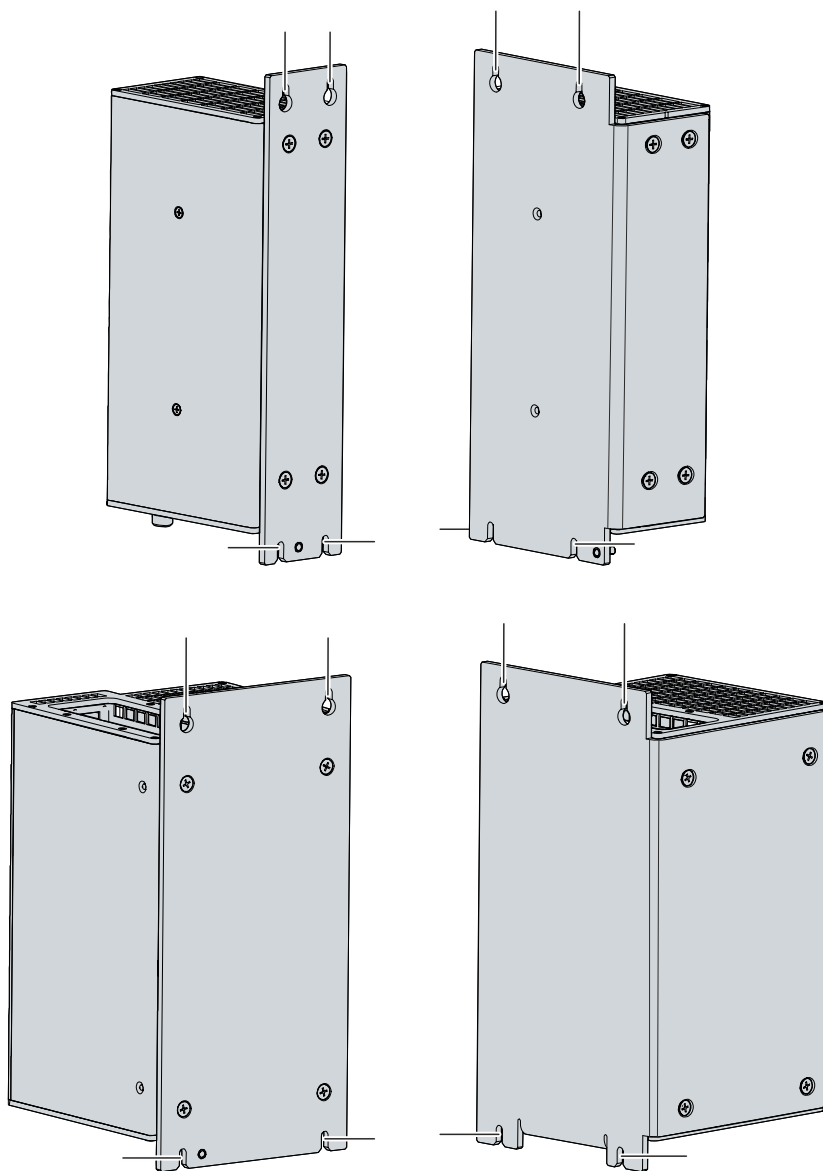

図 16: 制御盤への設置
2. 固定用ネジに、取付プレートのマークされた位置を引っ掛けてください（図16 参照）。